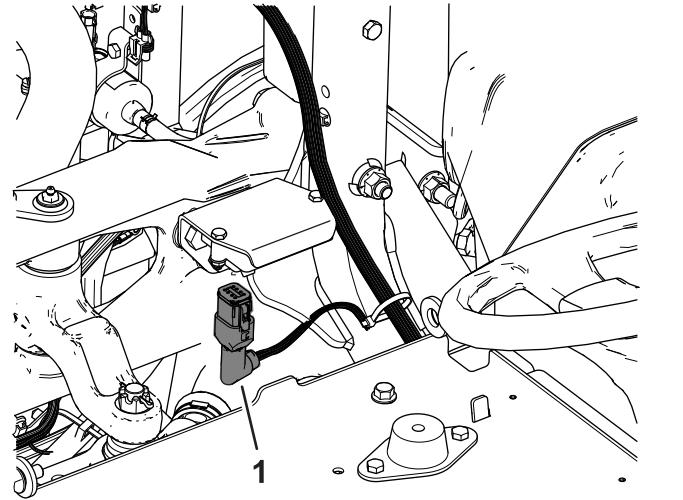

Figura 5
6. Ligue o conector de 90° ao sensor (Figura 5 e Figura 8).